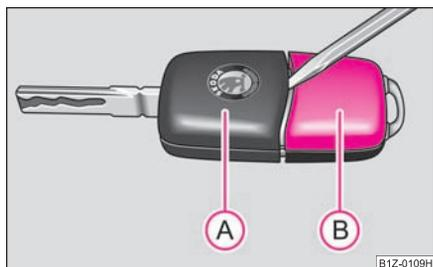

Fig. 34 Séparer la clé de la télécommande radio
Chaque clé à radiocommande possède une pile placée dans le couvercle **(B)** du boîtier de l'émetteur ⇒ fig. 34. Nous vous recommandons de faire remplacer les piles des clés par un spécialiste. Procédez comme suit si vous désirez néanmoins remplacer vous-même une pile usée:
- Prenez un tournevis fin et débloquez prudemment la partie **(A)** ⇒ fig. 34 de la clé du boîtier de l'émetteur **(B)**.